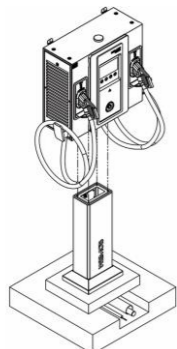

Abbildung 4.10: Beispiel für die Montage der WEMOB-STATION (60/80 kW) am Ladesäule
Nachdem das Ladesäule auf dem Betonsockel montiert wurde, muss die Ladestation angebracht werden. Dies sollte über die vier (4) Befestigungspunkte an der Station unter Verwendung von vier (4) M6-Sechskantschrauben erfolgen. Das empfohlene Anzugsmoment beträgt 10 Nm, um eine sichere Befestigung sowohl für die Ladestation als auch für den Betreiber zu gewährleisten, wie in Abbildung 4.10 dargestellt.